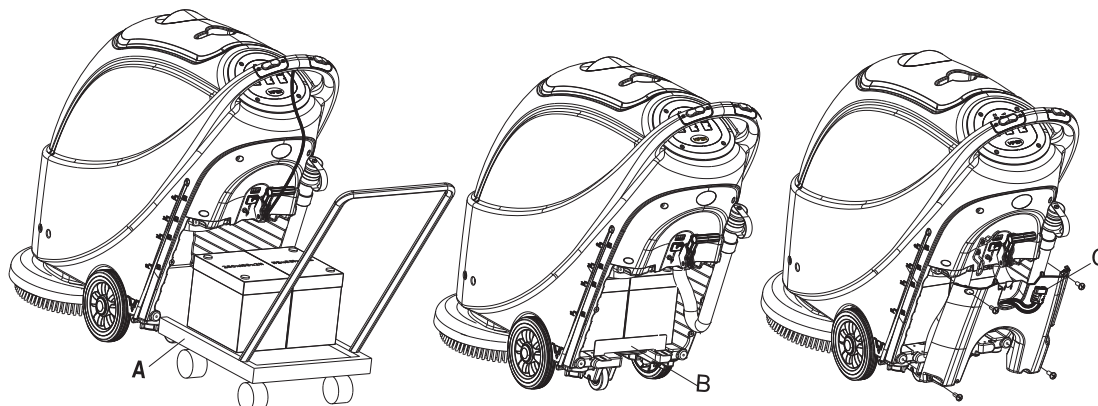

FIGURA 7
14. Instale la batería con las herramientas fabricadas especialmente para la instalación de baterías (A, Figura 7). Una vez instalada la batería, quite las herramientas de instalación de la batería, e instale el soporte de fijación de la batería (B, Figura 7).
15. Coloque el conector de la batería (C, Figura 7) a través del agujero en la parte superior de la tapa de la caja de la batería, inserte el tubo de desagote en el orificio derecho de la tapa de la caja de la batería, luego instale la tapa de la caja de la batería con 4 tornillos y monte el cable de elevación de la escobilla, la manguera de drenaje, y la escobilla sucesivamente.